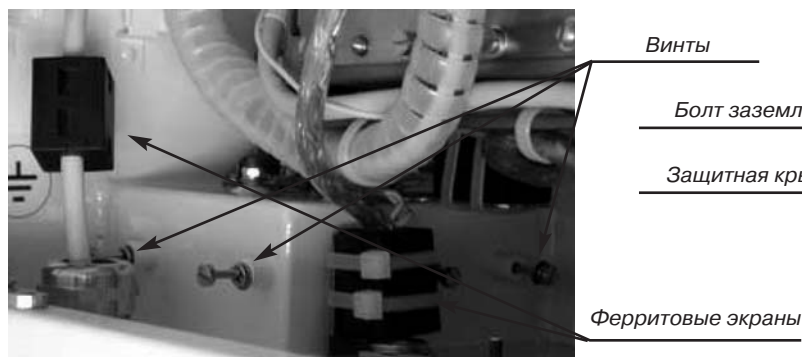
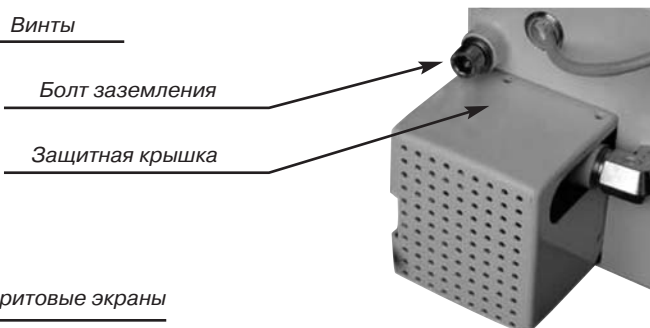

Рис. 4.16. Крепление защитной крышки
Рис. 4.17. Защитная крышка
1. Открыть внутреннюю дверцу шкафа управления и открутить три винта, удерживающие защитную крышку соединительных разъемов (см. Рис. 4.16). Снять защитную крышку (см. Рис. 4.17).